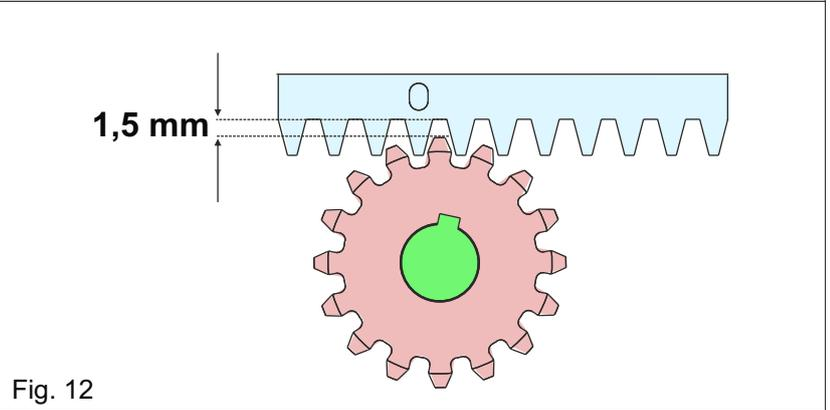

Fig. 12
**5.6.** Toda la cremallera debe elevarse de **1,5 mm** para evitar que el peso de la cancela carga sobre el piñón - Fig. 12. **Atención: mantener un juego mín. 0,5 mm entre el diente del piñón y el diente de la cremallera;**